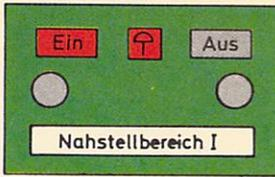

Bild 35
- (3) a) Im Nahstellbereich ohne eigene Anschaltung wird nur frei (d. h. ohne Rangierstraßen) rangiert. Mit dem Einschalten des Nahstellbetriebes werden die Sperrsignale auf Kennlicht und die Haupt/Sperrsignale auf Sh 1 geschaltet (ausgenommen die Signale nach Abs. 1c).
- b) Im Stellwerk und in der Nahbedienungsstelle sind zusätzlich Tastensperrmelder angeordnet. Werden im Stellwerk Tasten bedient, sind Tastenbedienungen in der Nahbedienungsstelle unwirksam; der Tastensperrmelder leuchtet rot. Werden in der Nahbedienungsstelle Tasten bedient, sind Tastenbedienungen im Stellwerk unwirksam; der Tastensperrmelder leuchtet rot (vgl. Bild 35).